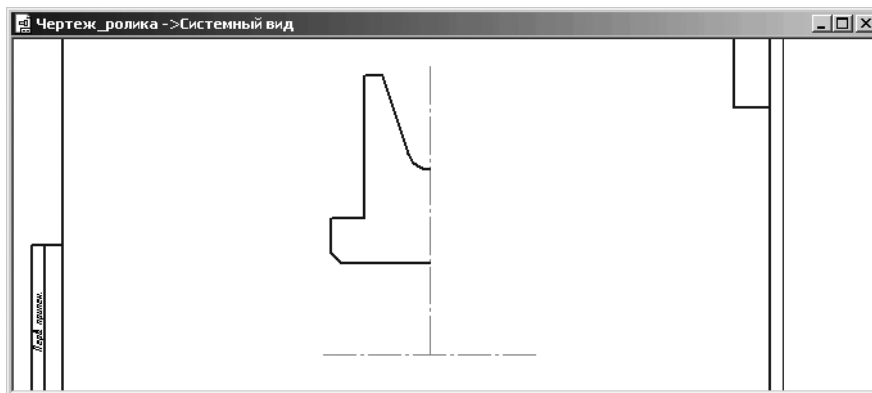

Рис. 4.27. Результат построения фаски в отверстии
- щелкните по линии отверстия ближе к местоположению фаски. Появятся нужная фаска на бобышке (рис. 4.27).